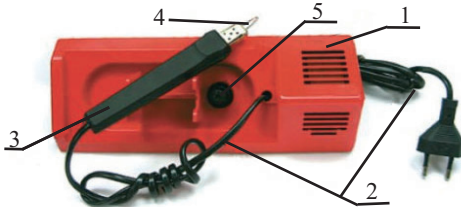

Рис. 2. Электровыжигатель
Электровыжигатель (рис. 2) состоит из корпуса (1), соединительных проводов (2), нагревательного наконечника (4), закрепленного к пластмассовой ручке (3). Регулирование температуры наконечника осуществляют ручкой регулятора выжигателя (5).